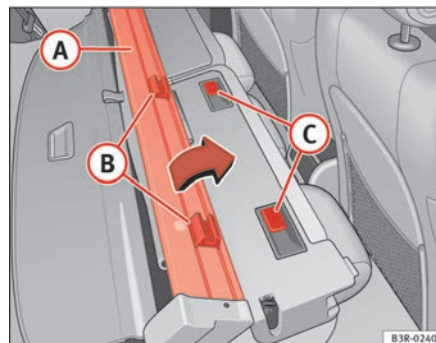

Fig. 123 Montaggio copertura vano bagagli / rete divisoria
- Posizionare la rete divisoria **A** sullo schienale posteriore in modo tale che gli ancoraggi **B** vengano a trovarsi in corrispondenza delle guide **C** ⇒ **fig. 123**.